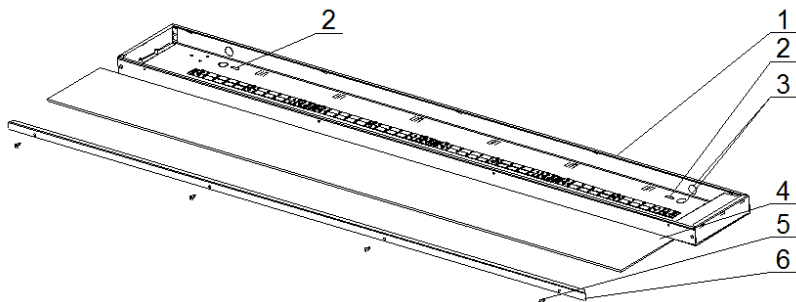

Рисунок 2. Монтаж на ровную поверхность
5.2. Установка светильника на любую ровную поверхность рисунок 2).